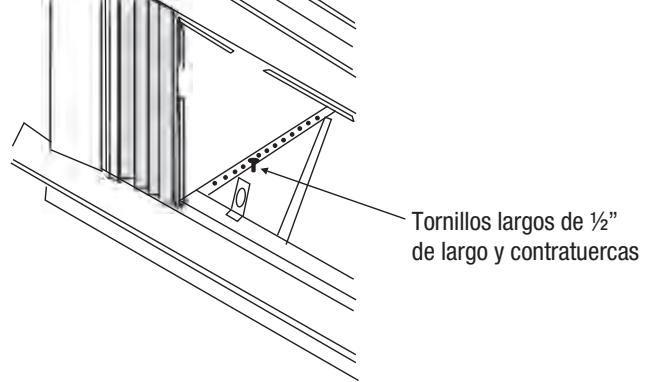

FIG. 16
- Instale los soportes de sujeción (con soportes de ángulo de umbral colocados) en el orificio correcto en la parte inferior del gabinete, como se muestra en la Fig.16.